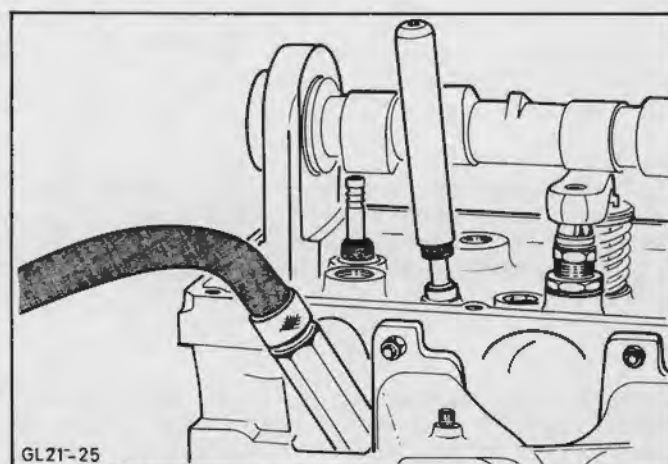

Fig.118. Monter ventilstammepakdåsen med specialværktøj 21-007
7. Klæb ventillåsenes udskæring i ventilstammen over med klæbefolie. Smør den nye ventilstammepakdåse med olie og monter den med specialværktøj 21-007, Fig.118. Fjern igen klæbefolien fra ventilstammen. Monter ventilfjederen og fjederholderen, pres dem sammen med specialværktøj 21-005-A og monter ventillåsene. Aflast ventilfjederen og fjern specialværktøjet.